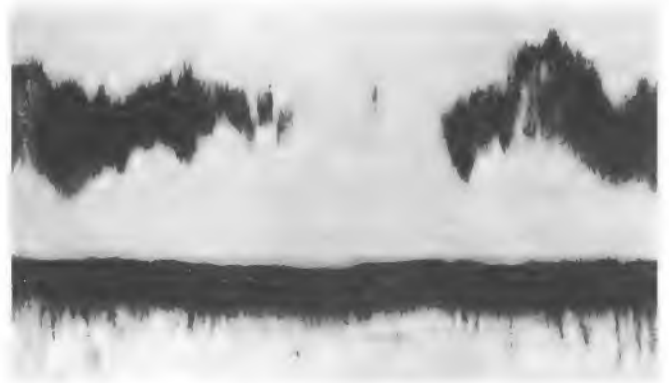

Bild 6. Fischschwärme in ca. 50 F (ca. 90 m) Wassertiefe, Bodenecho aus ca. 75 F (ca. 140 m) Tiefe
3.4.3 Die Schreibanzeige liefert ein Dokument, das den überfahrenen Meeresboden in Form einer waagrecht geschriebenen Tiefenkurve überhöht darstellt (Bild 6). Man kann oft aus der Dichte und Breite des Bodenechos auf die Art des Meeresbodens (Schlamm-schichten) schließen. Als Schreibpapier wird ein Funkenregistrierpapier (Teledeltos-